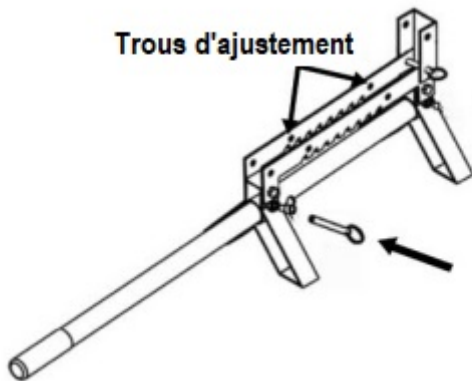

Figure 4
4. Insérez la poignée dans le trou de l'assemblage du support et fixez-la à l'aide d'une goupille à dégagement rapide (9,5x38mm), comme indiqué sur la figure 4.
7. Placez la poignée dans le trou d'assemblage du support, fixez la poignée avec la goupille à libération rapide (9,5x38mm). Comme indiqué sur la figure 4.